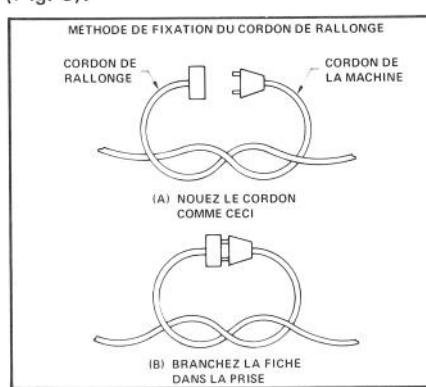
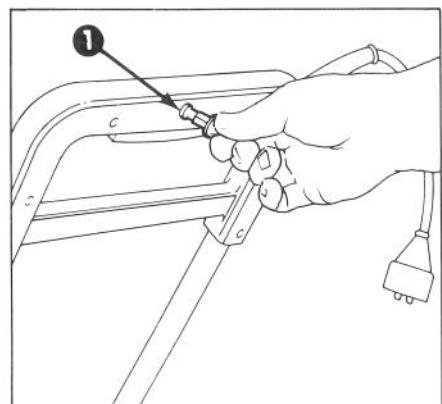

Figure 5
Figure 6
8. Pour empêcher le cordon de la déneigeuse de se débrancher accidentellement du cordon de rallonge au cours du déneigement, faites un noeud dans le cordon: Se reporter à la page 4, Figure 5 pour le procédé à suivre.
Attachez le cordon de rallonge au cordon de la déneiguese S-120 avant de les brancher ensemble pour les empêcher de séparer au cours du déneigement (Fig. 5). Branchez ensuite le cordon de rallonge dans la prise de courant et insérez la clé dans le trou à l'arrière de la poignée (Fig. 6).